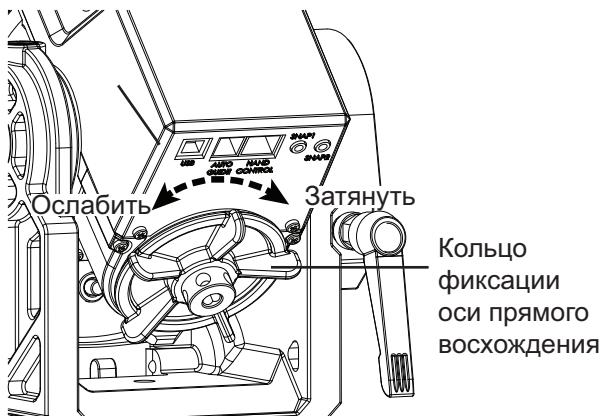

Рис. 2.1a
- Для вращения телескопа по оси прямого восхождения ослабьте фиксатор оси прямого восхождения (рис. 2.1a).